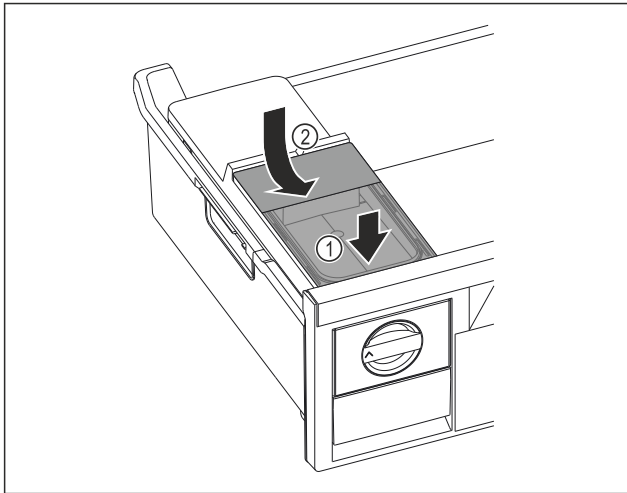

Fig. 111
- Placer le réservoir d'eau à l'avant. Fig. 111 (1)
- Abaisser le réservoir d'eau à l'arrière. Fig. 111 (2)